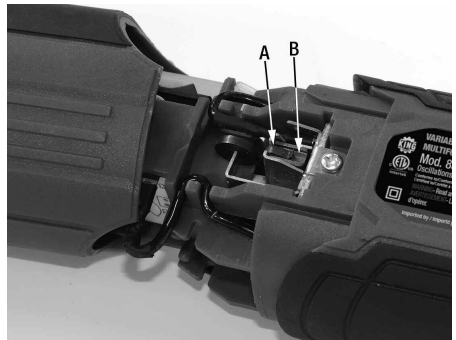

Figure 4
Glissez le boîtier du moteur vers l'arrière jusqu'à ce que les balais soient accessibles. Retirez l'attache (A) Fig.4 qui retient le balais de carbone (B). Retirez et vérifiez le balais de carbone. Répétez cette étape pour l'autre balais de carbone du côté opposé. Les balais de carbone doivent être remplacés une fois qu'ils sont usés. Gardez les balais de carbone propres et libres de glisser dans les portes-balais.